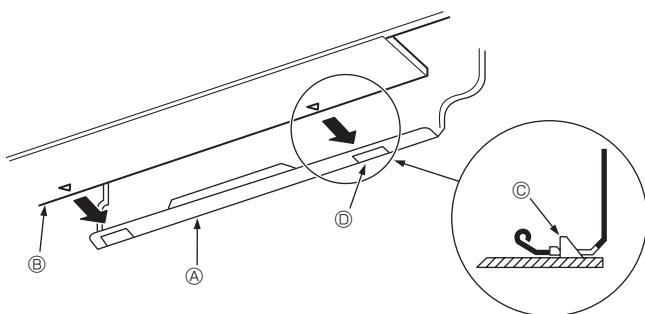

Fig. 3-11
- Вставляючи трубу холдоагенту та дренажний шланг у пробитий в стіні отвір (гільзу-проходку для стіни), підвісіть верх внутрішнього блока на монтажну плату ①.
- Закріпіть внутрішній блок, штовхаючи його нижню частину в монтажну плату ①. (Fig. 3-11).
- \* Переконайтесь в тому, що ручки внизу внутрішнього блока надійно закріплені на гачку монтажної плати ①.